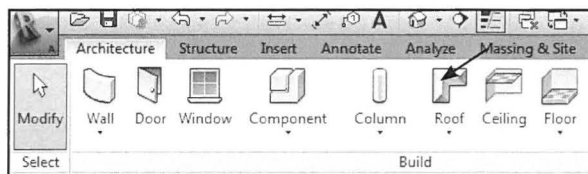

Fig. 09.57. Roof.
- Klik derfor på *Architecture - Roof By footprint* (Fig. 09.57).